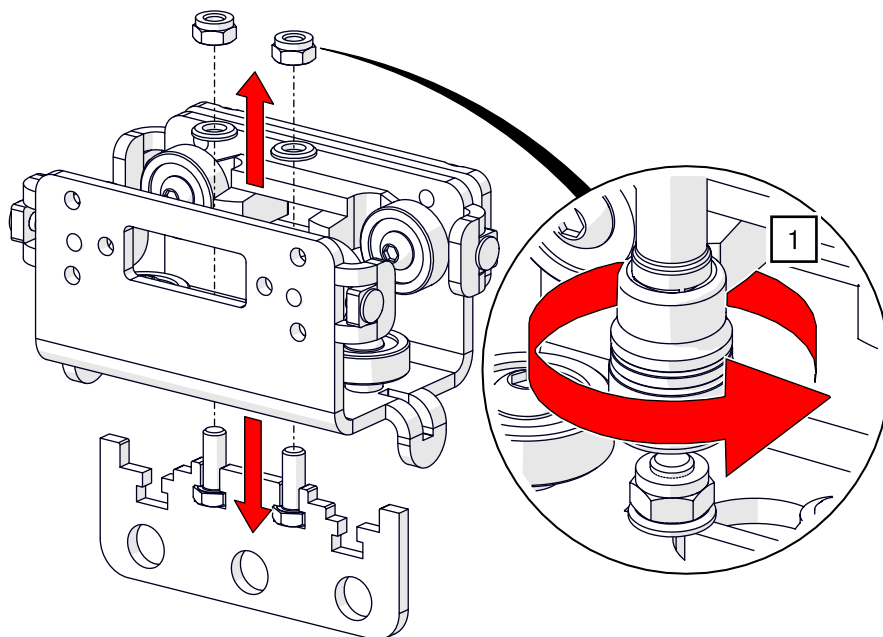

Abb. 64: Überzugbügel – Stoffabhängung lösen
1. Lösen Sie die Stoffabhängung am Zugwagen, indem Sie die beiden Muttern mit einer Ratsche mit Stecknuss SW 10 lösen (siehe Abb. 64).